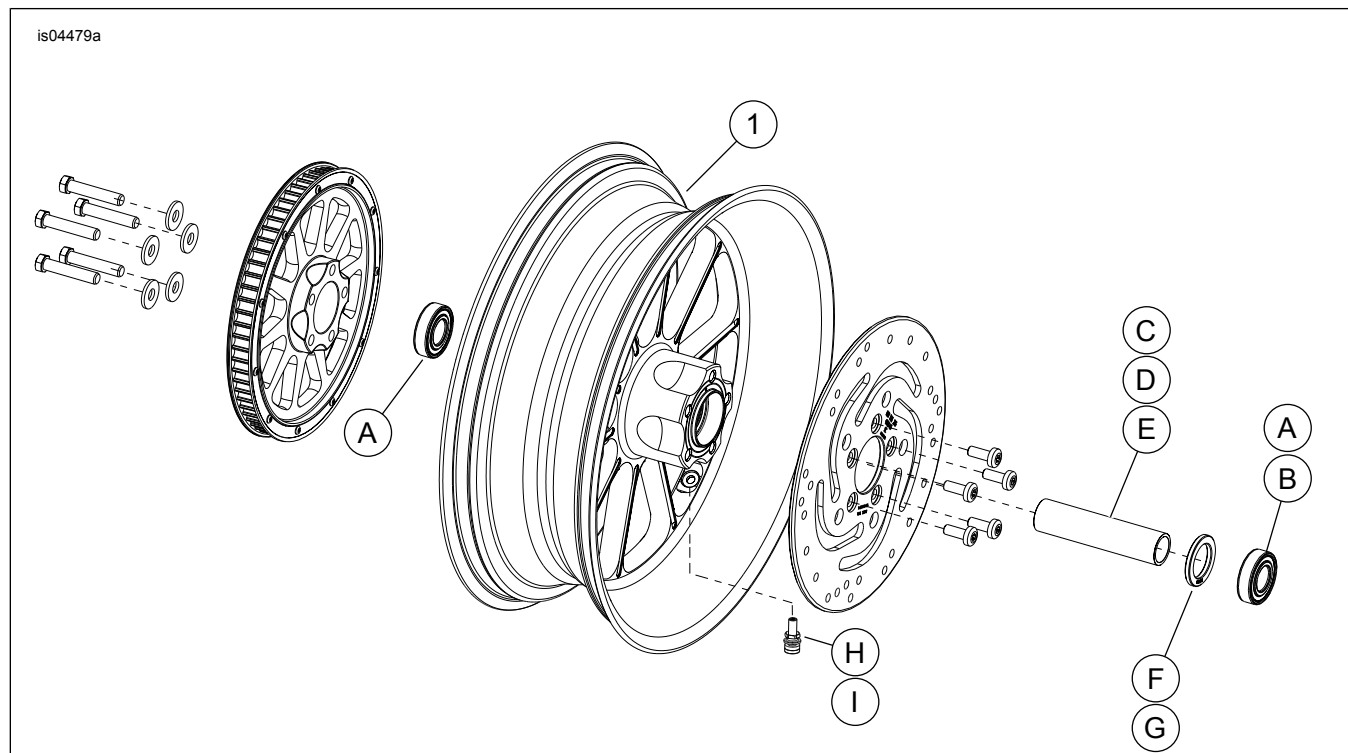

Figura 1. Peças de reposição: Roda traseira Revolver (17 pol. mostrada)
Veja Figura 1 e Tabela 2.
2. Veja Figura 1. Instale o conjunto da haste de válvula (H ou I) na roda. Consulte PNEUS no Manual de serviço.